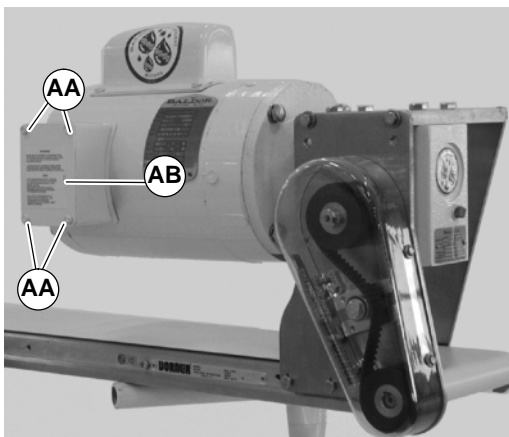

Abbildung 34
1. Die Schrauben an dem Klemmenkasten (AA siehe Abb. 34) entfernen u. Abdeckung (AB) abnehmen.